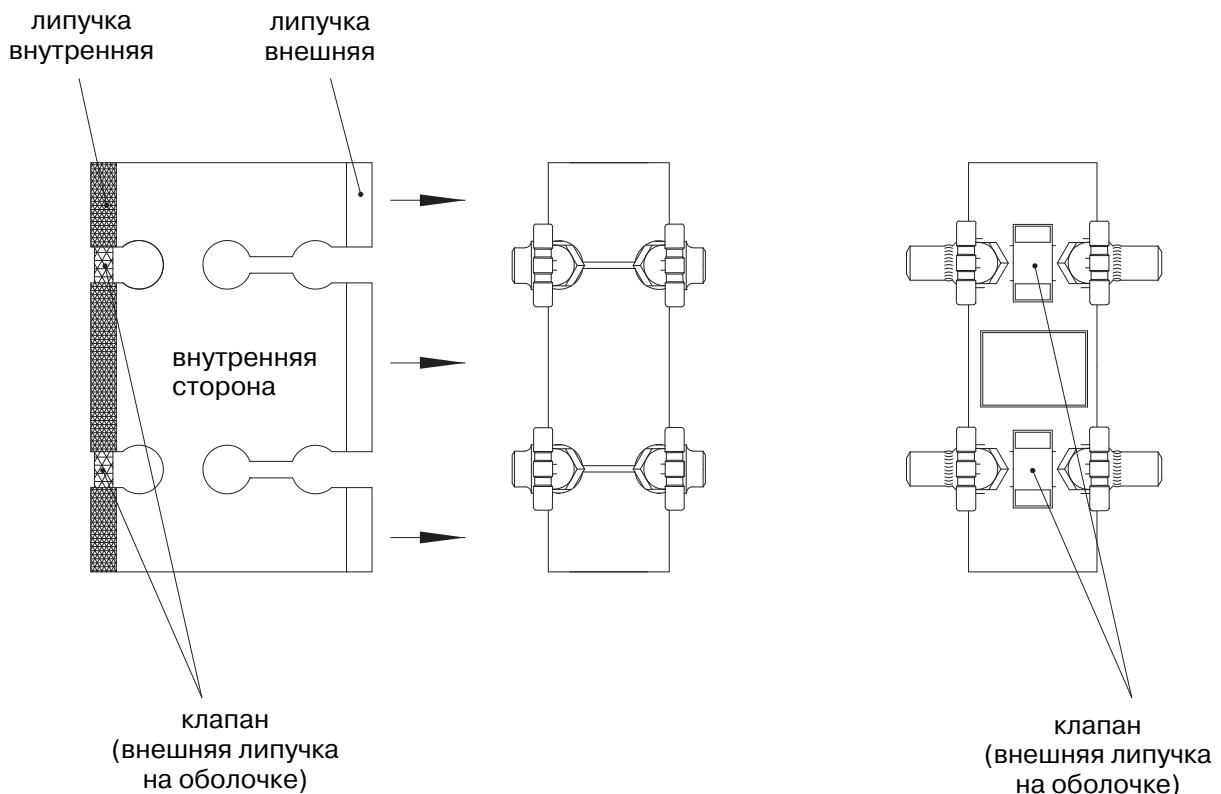

Рис. 7: оболочка
- Вставьте оболочку (Рис. 7) между несущей конструкцией и CODI®, на который уже установлена базовая изоляция.